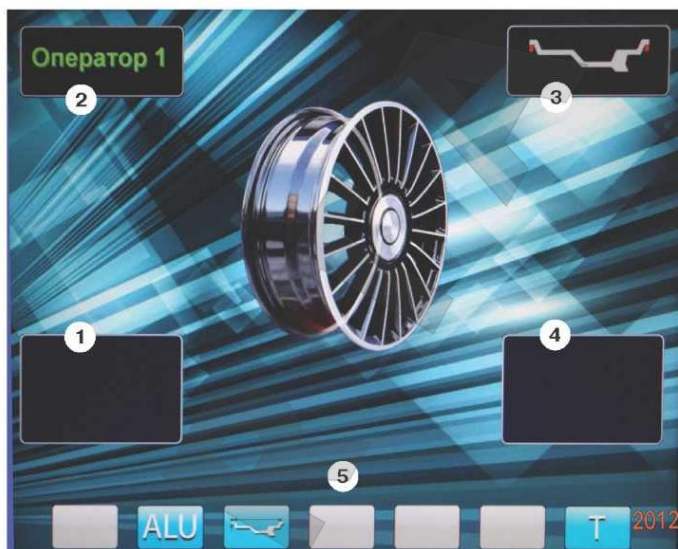

рис.8.2.
8.3. После включения питания СБ на экране монитора отображается фирменная заставка, которая через несколько секунд сменяется отображением экрана основного рабочего режима (рис. 8.2).
Для выбора схем расположения грузов в программах «ALU1-ALU5» необходимо, находясь в режиме основного рабочего экрана, нажать кнопку «ALU», при этом открывается окно схем установки грузов, отмеченных номерами рис.11.3. Если после введения размеров колеса установился экран ввода геометрических параметров, необходимо перейти в экран основного рабочего режима нажатием кнопки «STOP». Для выбора нужной схемы нажмите кнопку верхнего ряда клавиатуры с соответствующим номером. Выбранная схема установки грузов отображается в окне 3 экрана основного рабочего режима (рис. 8.2).
случае в окнах 1 и 4 (рис. 8.2) высвечиваются «ОК». Минимальный дисбаланс, отображающийся в окнах 1 и 4, равен 5г. Дисбаланс, превышающий 5г, округляется до величины кратной 5, т. е. дисбаланс 9, 10, 11 и 12 г отображается цифрой 10, дисбаланс 13, 14, 15, 16 и 17 г - цифрой 15 и т. д. Для просмотра неокругленного значения дисбаланса или дисбаланса менее 8г. необходимо нажать кнопку «<<», при этом в окнах 1 и 4 на 2-3 сек высвечиваются фактические значения дисбаланса, определенные в данном запуске.
12.3.4. Для проверки результатов балансировки снова запустите СБ. Если колесо отбалансировано правильно, на индикаторах 1 и 4 (рис. 8.2.) отображаются символы «ОК».